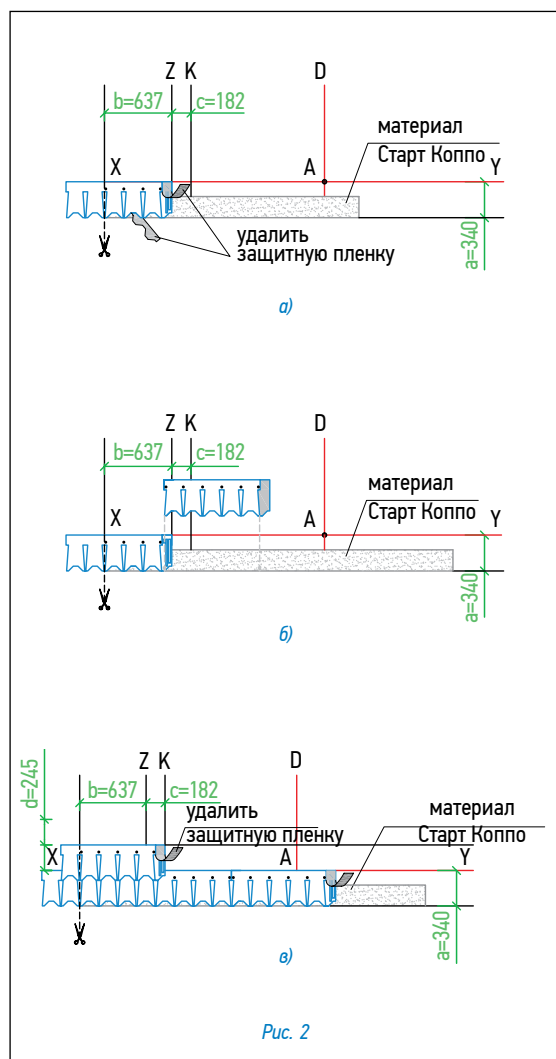

Рис. 2
### Укладка материала (рис. 2)
- По линии карниза укладывается специальный самоклеящийся рулонный материал «Старт Коппо», формирующий начальный ряд; при этом предварительно с его изнаночной стороны снимается защитная пленка (рис. 2а);
- укладка черепицы начинается от линии Z, при этом ее верхний край выравнивается по линии XY (рис. 2а, 2б);
- следующий ряд укладывается от линии K (со смещением 18,2 см от линии Z) (рис. 2в);
**3.** Защитную пленку с поверхности самоклеящегося слоя рекомендуется удалять непосредственно перед креплением листа (рис. 2а).